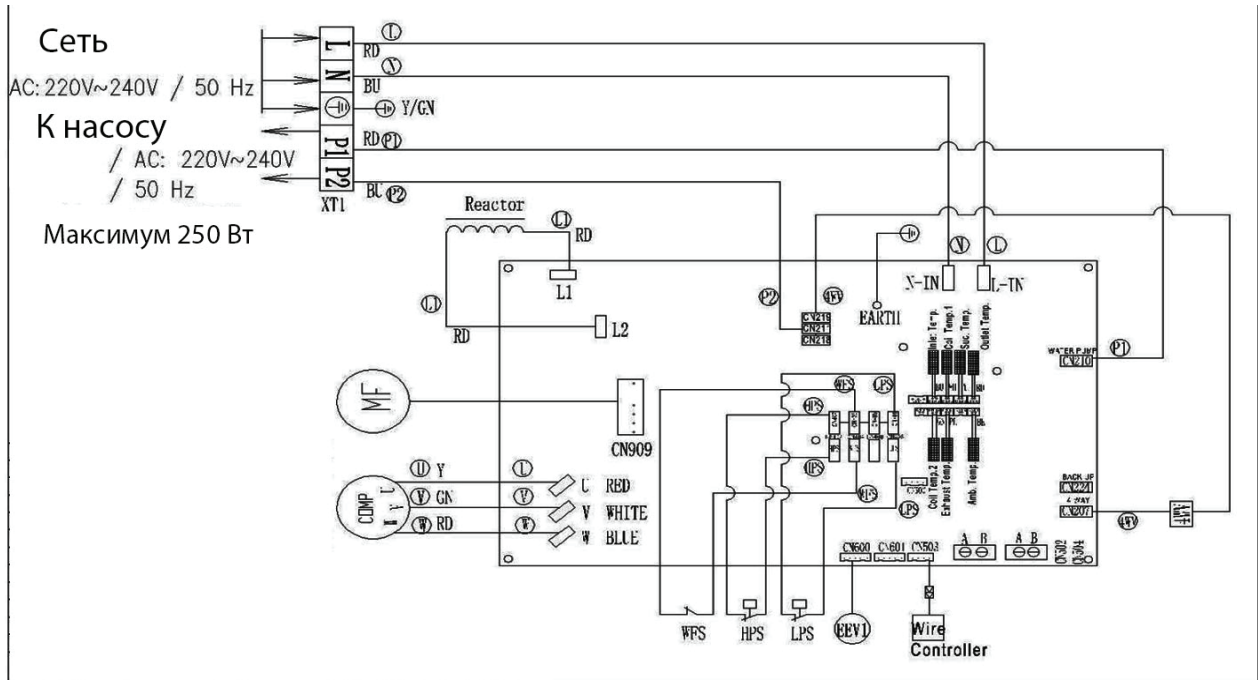

Рис. 4-1
- Прокладка проводов и электрические соединения должны выполняться квалифицированными специалистами в соответствии со схемой электрических подключений (см. Рис. 4-1).